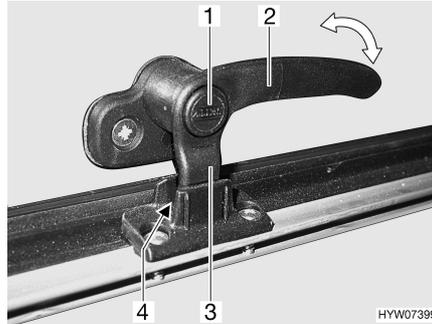

Bild 23 Verriegelungshebel in Stellung "Dauerbelüftung"
- in Stellung "Dauerbelüftung" (Bild 23)
- Sicherungsknopf (Bild 23,1) drücken und gedrückt halten.
- Den Verriegelungshebel (Bild 23,2) eine viertel Umdrehung zur Fenstermitte hin drehen.
- Den Verriegelungshebel wieder zurückdrehen. Die Verriegelungsnase (Bild 23,3) am Verriegelungshebel dabei in die Aussparung der Fensterverriegelung (Bild 23,4) einfahren.
- Sicherungsknopf (Bild 23,1) loslassen.